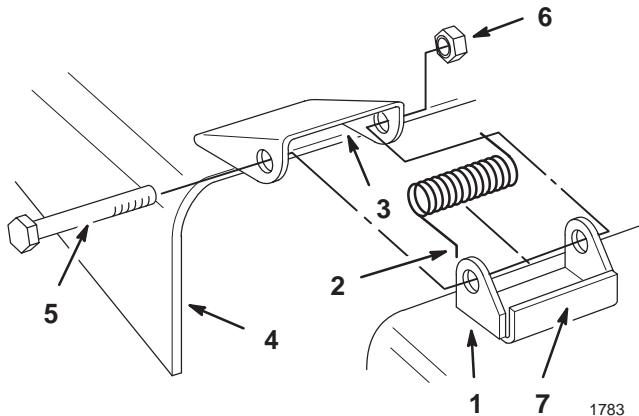

Figure 2
- Placez les ressorts dans les supports du plateau de coupe, les extrémités crochues étant engagées sur la partie arrière surélevée (Fig. 2).
- Placez le déflecteur en face des trous des supports, et les extrémités droites des ressorts dans l'espace sous la charnière et au-dessus du déflecteur (Fig. 2).
- Fixez le déflecteur au support à l'aide de 2 boulons (3/8 x 3-1/2 pouces) et de 2 contre-écrous (3/8 pouce) (Fig. 2).